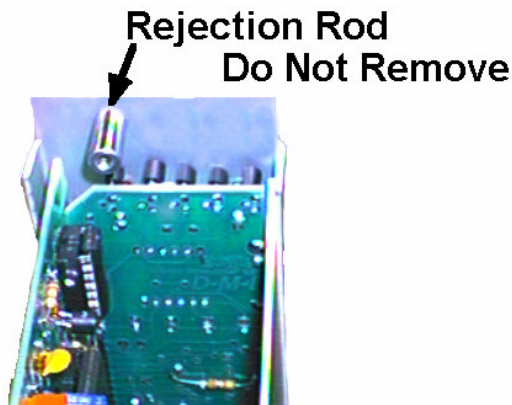

图2 - 低电压组件中的保险棒(不要移除)
**危险：**不要尝试超过低电压组件的抗压能力，这样会对组件造成灾难性的故障和可能对附近的工作人员造成身体伤害。不要移除组件中的抗压棒。（见图 2）